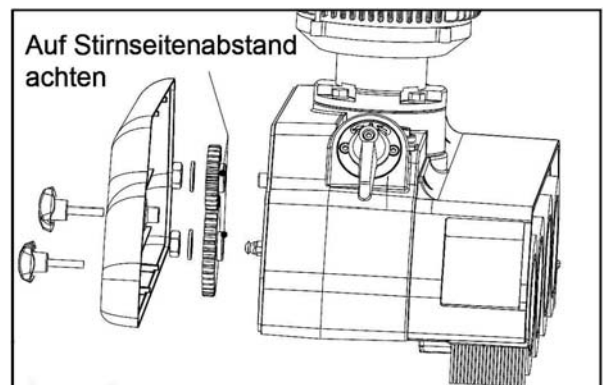

Abb. 35: Zahnradwechsel
Schritt 1: Die beiden Schrauben vom Getriebegehäuse abschrauben (Abb. 35) und die Getriebe-Abdeckung abnehmen.
Die Stirnseite der Zahnräder muss zum Gehäuse zeigen (Abb. 35), sonst könnte der Antrieb beschädigt werden.